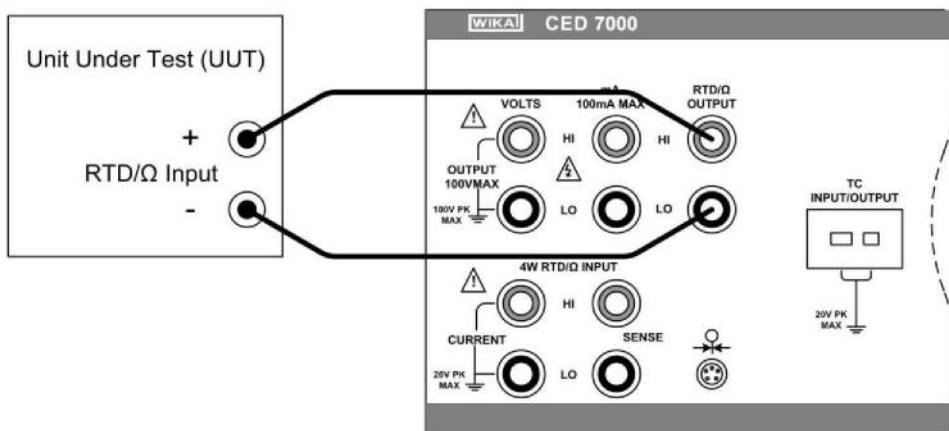

图 13 - RTD/Ω 输出连接
- e) 将待测试设备连接到 CED 7000 的 RTD/0 输出端子，如图 13 所示。